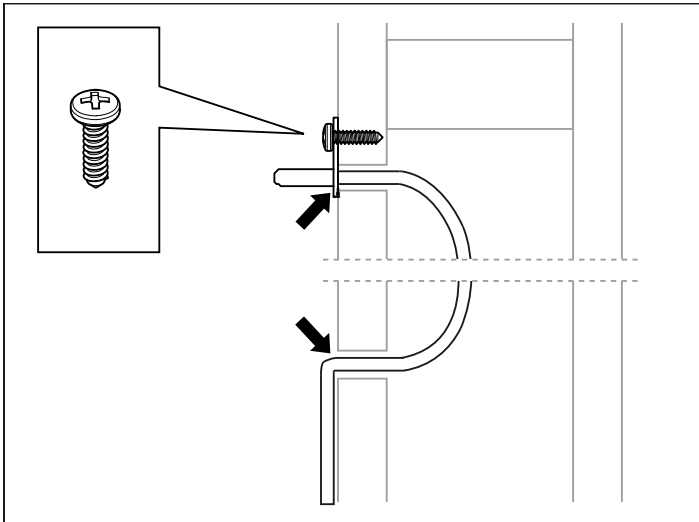

Abb. 10: Abdichten von ggf. gebohrten Löchern
8. Befestigen Sie den Sensor an der Wand, siehe . Hier ist der Sensor mit Tylö-Sensorgehäuse zu sehen (optional; Artikelnummer: 9600 0038). Die Thermistorleitung kann auch durch die Wand verlegt werden. Dichten Sie ggf. gebohrte Löcher in der Wand hinter dem Sensor ab, siehe Abb. 10. Die Thermistorleitung kann außerhalb der Sauna mit einer abgeschirmten zweiadrigen Schwachstromleitung verlängert werden.